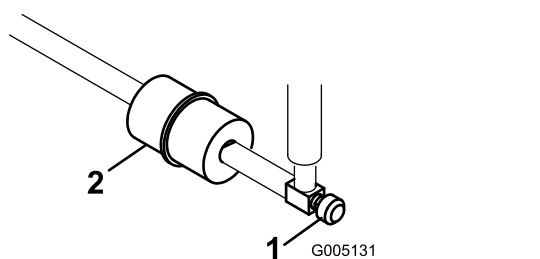

Figura 32
O filtro encontra-se na linha de combustível entre o depósito de combustível e o carburador (Figura 32).
1. Feche a válvula de corte do combustível (Figura 32).
2. Coloque um recipiente de escoamento debaixo do filtro, desaperte a braçadeira de tubos que se encontra no lado do carburador e retire a tubagem de combustível do filtro (Figura 32).
3. Desaperte a braçadeira de tubos e retire o filtro (Figura 32).